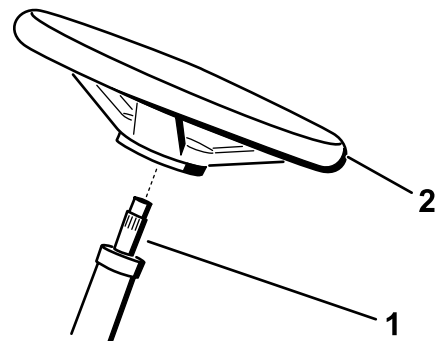

Bild 6
2. Befestigen Sie das Rad an der Lenkwelle (Bild 6).